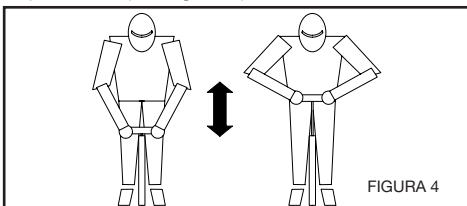

FIGURA 4
2. Asegúrese de realizar correctamente los pasos 1 y 2, coloque un pie sobre el soporte de la bomba y empiece el procedimiento de bombeo, subir y bajar para así poder generar el flujo de aire (Ver figura 4).